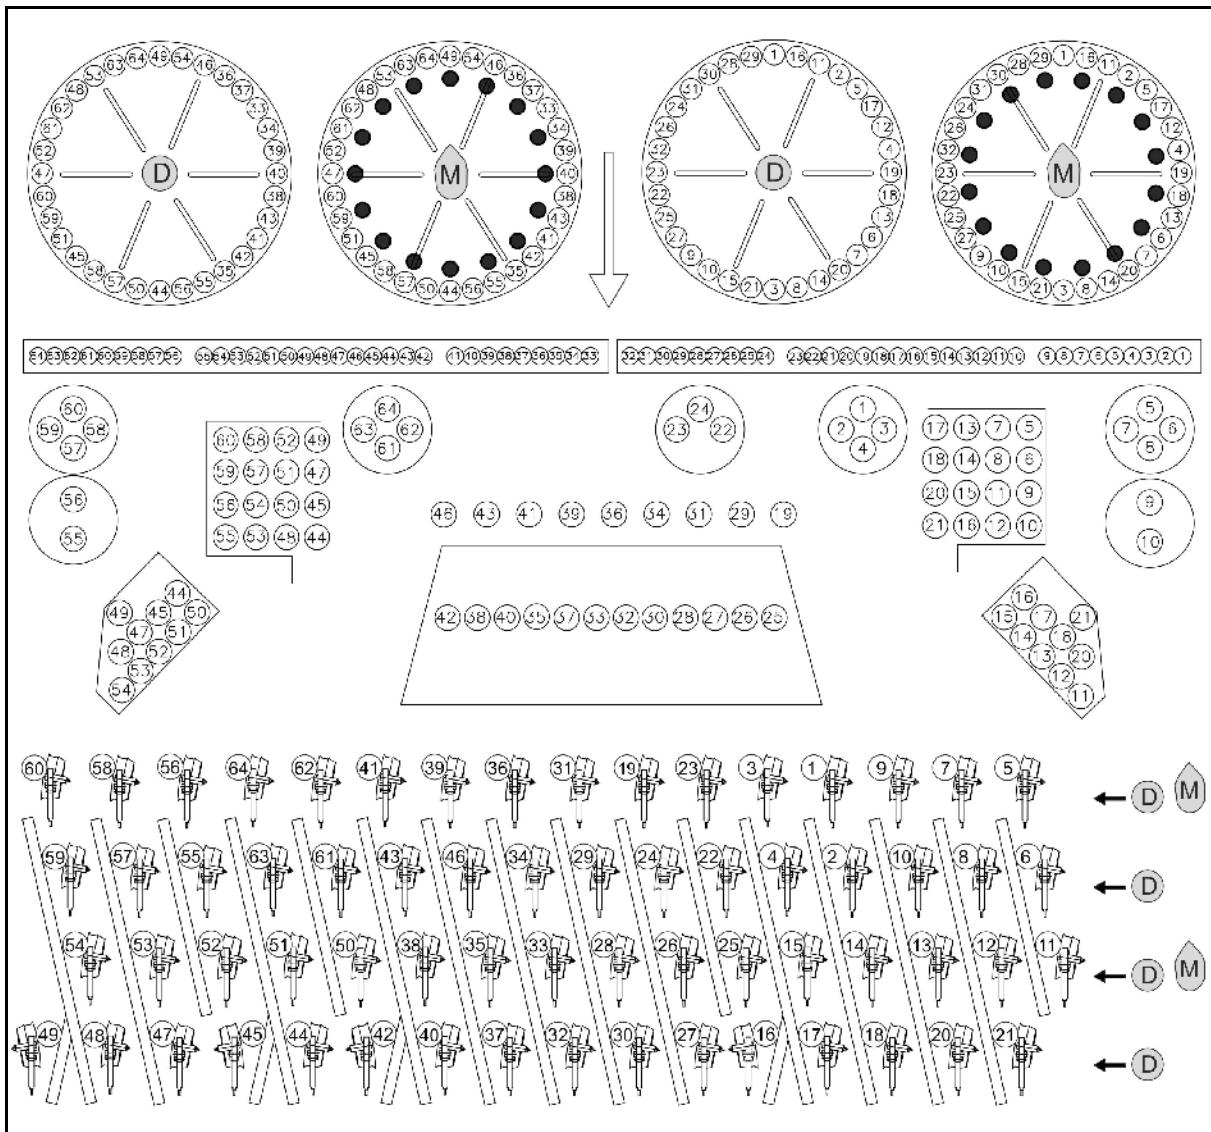

Рис. 37
- Кукуруза : установите заглушки согласно Рис. 37.